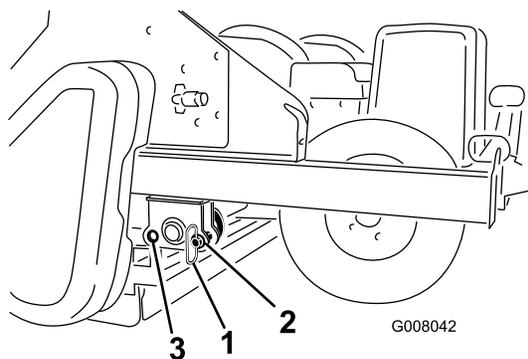

Figura 15
12. Retire os pinos de armazenamento do orifício frontal e insira-os na posição do orifício traseiro durante a operação (Figura 15).